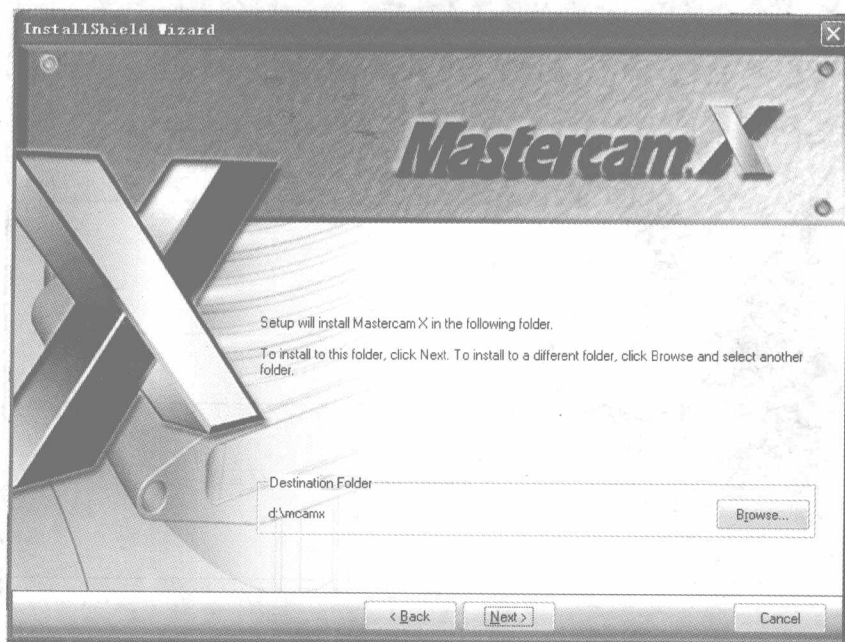

图 1-6 选择安装目录
⑥ 选择安装目录(如图 1-6 所示), 默认安装在 C:\mcamx 目录下, 也可单击 Browse... 按钮选择安装目录, 单击 Next 按钮进入下一步安装。